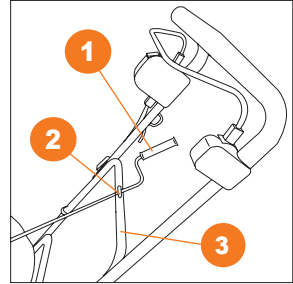

Рис. 10
2. Закрепите ручку изменения направления выброса снега **1** с помощью фиксатора **2** вкрученного в нижнюю рукоятку **3** (Рис. 10).